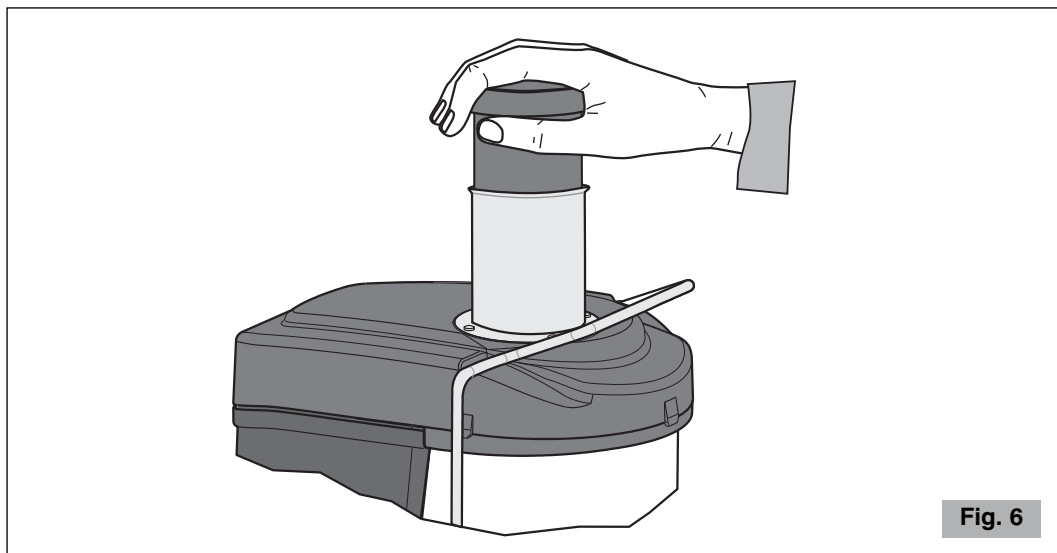

Fig. 6
- 6 En utilisant le poussoir fourni avec, pousser graduellement les fruits et/ou les légumes au bout de la goulotte d'introduction vers la râpe en rotation (voir Fig. 6). Pour avoir plus de jus, toujours pousser lentement le poussoir. Ne pas introduire de fruits et/ou de légumes lorsque le moteur est éteint.